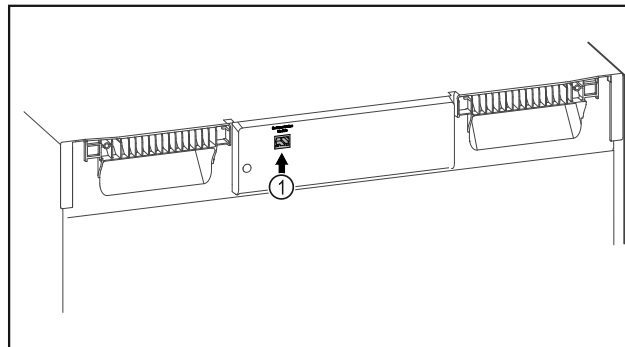

Fig. 120
- SmartModule Fig. 120 (1) è inserito.